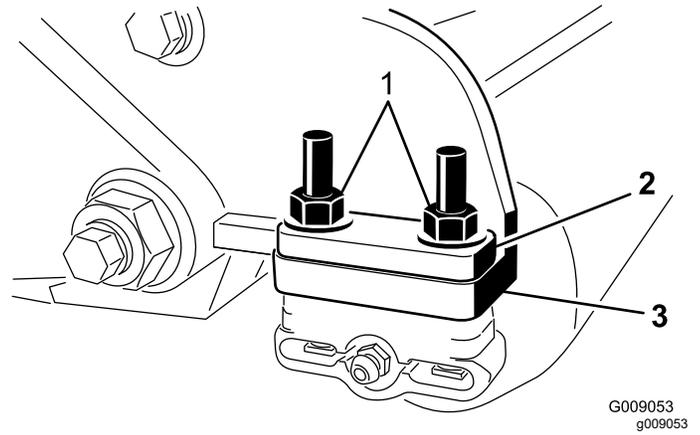

Figure 7
- Retirez les 2 contre-écrous à embase qui fixent chaque support de rouleur aux plaques latérales (Figure 7).